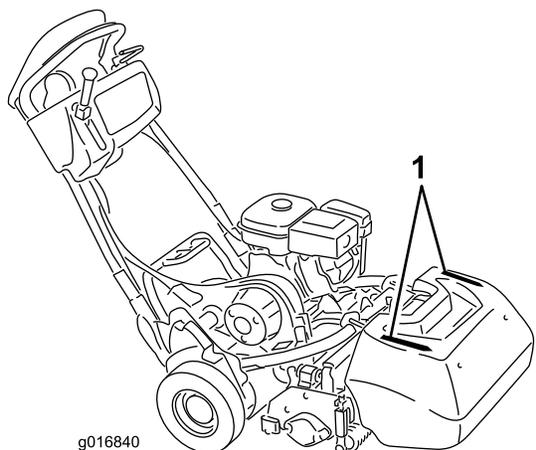

Figura 31
- Para lhe permitir cortar em linha reta ao longo do relvado, e manter a máquina à mesma distância da extremidade do corte anterior, use as tiras de alinhamento existentes no cesto (Figura 31).